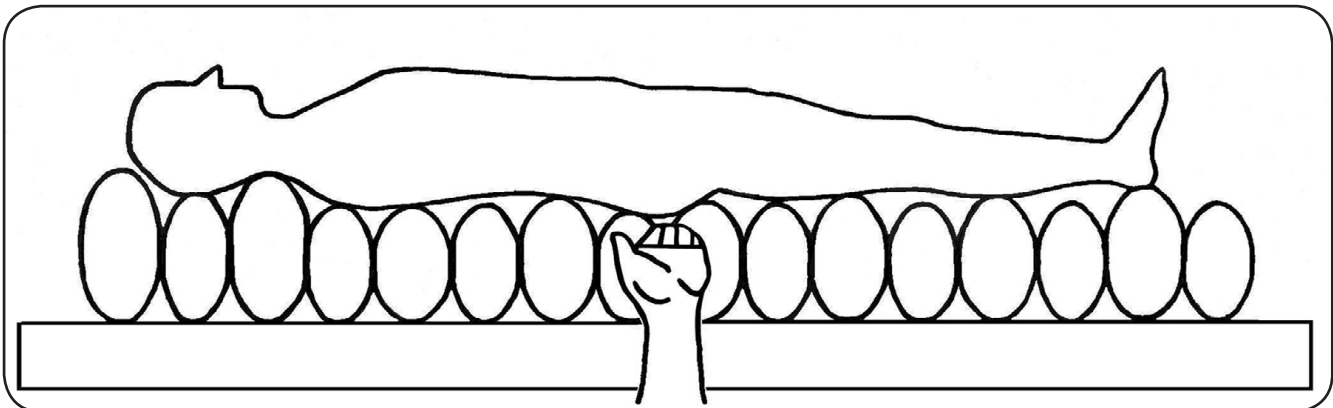

Abbildung 11
11. Kontrollieren Sie jetzt den eingestellten Druck mit dem Handtest. Schieben Sie die flache Hand zwischen das Gesäß des Patienten und der entlüfteten Zelle der Wechseldruckmatratze. Zur optimalen Lagerung muss zwischen Gesäß und der entlüfteten Zelle ein Abstand von ca. 3-4 cm sein (siehe Abbildung 11).